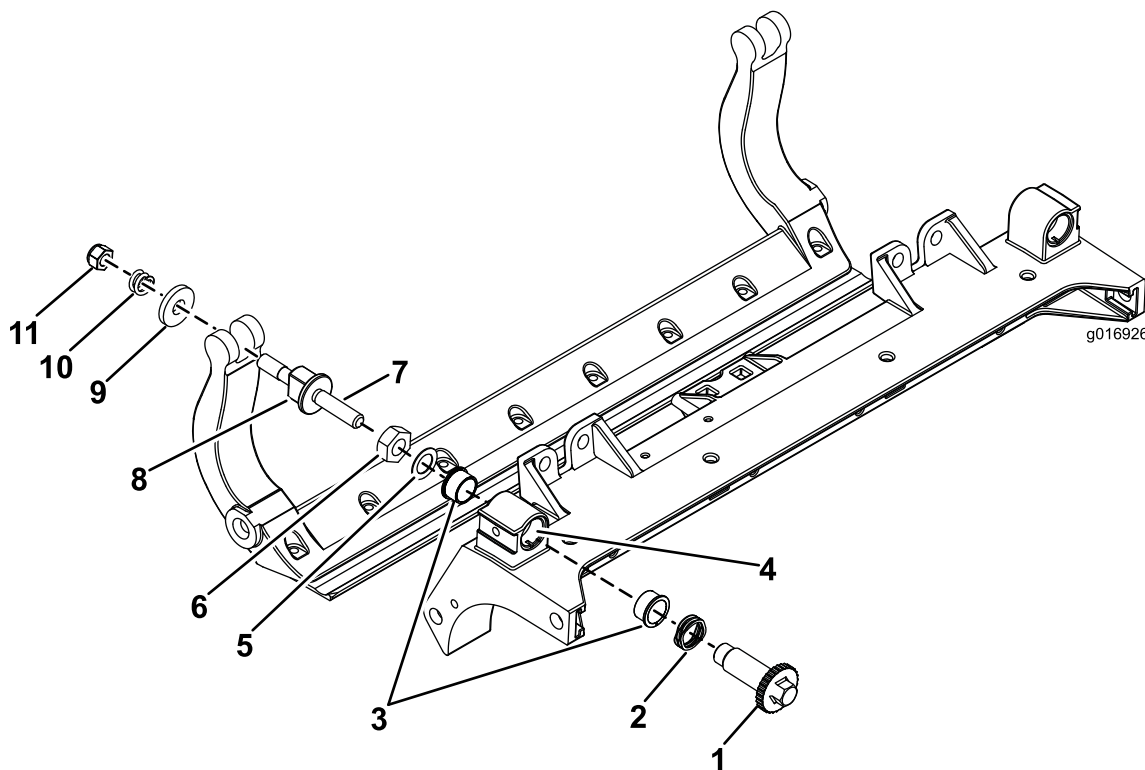

Figura 34
- Rimuovete tutti i componenti (fate riferimento alle Istruzioni per l'installazione del kit DPA HD Modello N. 120-7230 e a Figura 34).
- Applicate del lubrificante Never Seize all'interno dell'elemento in cui vanno montate le boccole, sul telaio centrale dell'apparato di taglio (Figura 34).
- Allineate le chiavette sulle boccole flangiate alle scanalature sul telaio e montate le boccole (Figura 34).
- Montate una rondella ondulata sull'albero del dispositivo di regolazione e inserite l'albero all'interno delle boccole flangiate sul telaio dell'apparato di taglio (Figura 34).
- Fissate l'albero del dispositivo di regolazione con una rondella piana e un dado di bloccaggio (Figura 34). Serrate il dado di bloccaggio a una coppia di 20-27 N m.
12. Posizionare una rondella in acciaio all'esterno di ciascuna rondella in nylon (Figura 34).
13. Serrare il dado su ciascun gruppo di regolazione della barra di appoggio fino a comprimere completamente la molla di compressione, quindi allentare il dado di 1/2 giro (Figura 34).